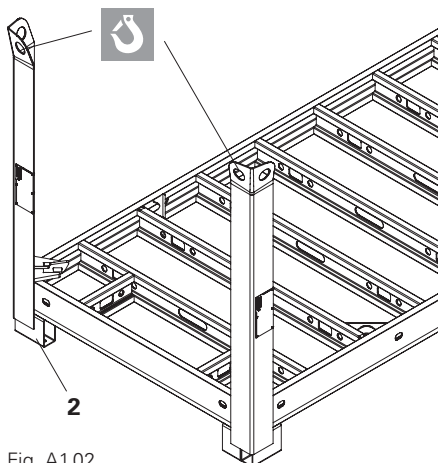

Fig. A1.02
1. Placer le premier panneau avec la peau coffrante tournée vers le bas sur le tube rectangulaire (2). (Fig. A1.02)